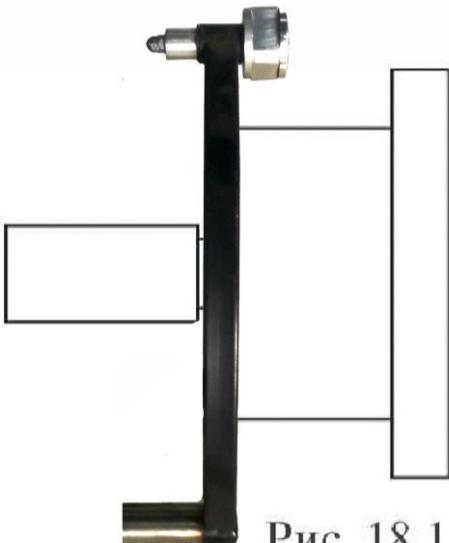
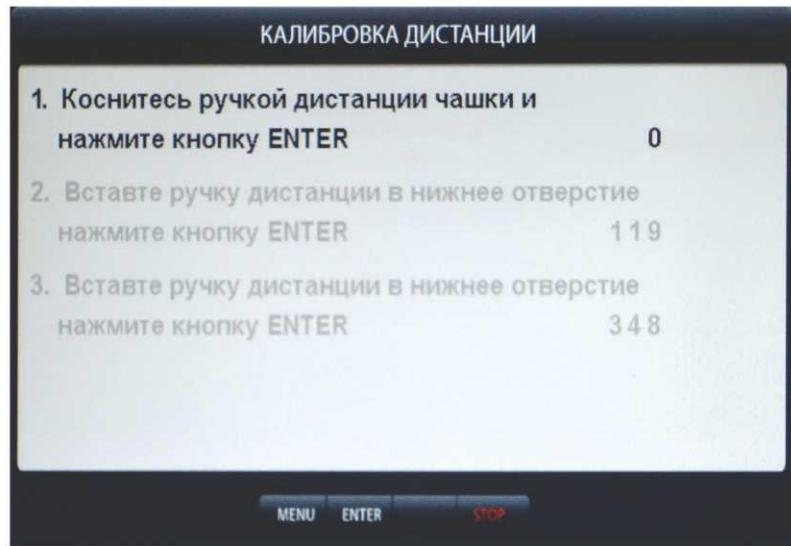

Рис. 18.1
рис.18.3
окно КАЛИБРОВКА ДИСТАНЦИИ уприте внешнюю боковую сторону её рукоятки в задний торец фланца вала, как показано на рис. 18.1 и нажмите кнопку «ENTER». В окне КАЛИБРОВКА ДИСТАНЦИИ выделится второй пункт: «2. Вставьте ручку дистанции в нижнее отверстие, нажмите кнопку «ENTER»
18.1.1. Калибровка тракта измерения дистанции. Для оценки погрешности устройства ввода дистанции выдвиньте штангу ввода параметров и уприте внешнюю боковую сторону её рукоятки в задний торец фланца вала, как показано на рис. 18.1. При этом на экране ввода геометрических параметров (см. рис.10.2) появится величина дистанции. Если величина дистанции не равна  $135\pm5$  мм, то устройство ввода дистанции требует калибровки.
рис.18.3. Выдвиньте штангу ввода параметров, уприте внешнюю боковую сторону её рукоятки в задний торец фланца вала, как показано на рис. 18.1 и нажмите кнопку «ENTER».